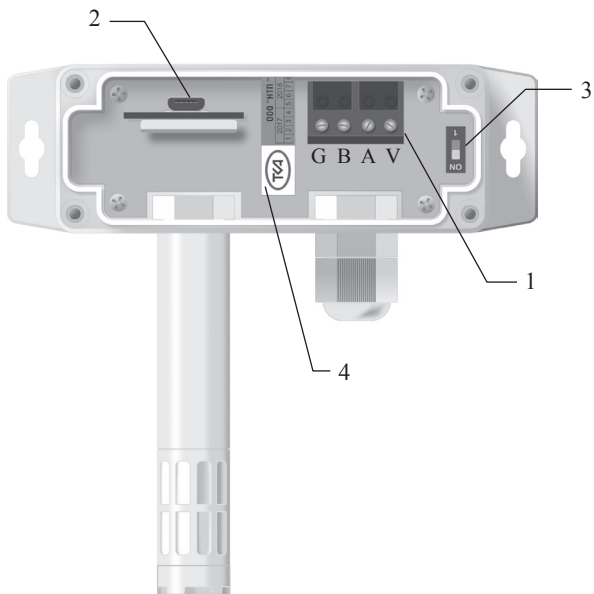

Рис.2 – Вид прибора со снятой крышкой
влажностозащищенном корпусе, доступ к клеммнику (1, Рис.2), разъему micro-USB (2, Рис.2) и переключателю терминирования линии (3, Рис.2) возможен при снятой верхней крышке. Разъём micro-USB предназначен для настройки прибора, а клеммник - для подключения 4-жильного кабеля связи и питания, заведенного через кабельный ввод. При этом каждый контакт съемного клеммника имеет обозначение на плате: G - земля питания, B - линия данных B, A - линия данных A, V - плюс питания.
5.2 Пломба предприятия-изготовителя устанавливается внутри прибора (4, Рис.2).